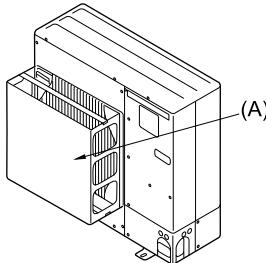
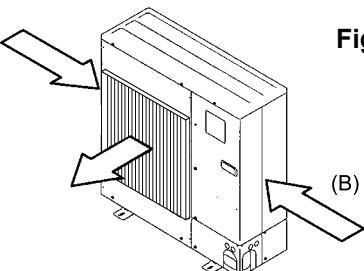

Fig. 2-4
Fig. 2-5
- (2) Τοποθετήστε έναν προαιρετικό οδηγό αέρα, αν πρόκειται να εγκαταστήσετε τη μονάδα στη σημεία όπου υπάρχει το ενδέχομενο να φυσούν απευθείας στο στόμιο εξαγωγής του αέρα πολύ δυνατού ανέμου κτλ. (Fig. 2-4)
- (A) Οδηγός αέρα
- (3) Εγκαταστήστε τη μονάδα με τρόπο ώστε ο αέρας που βγαίνει από το στόμιο εξαγωγής να φυσά κάθετα σε σχέση με την κατεύθυνση του ανέμου, εάν αυτό είναι δυνατό. (Fig. 2-5)
- (B) Κατεύθυνση ανέμου